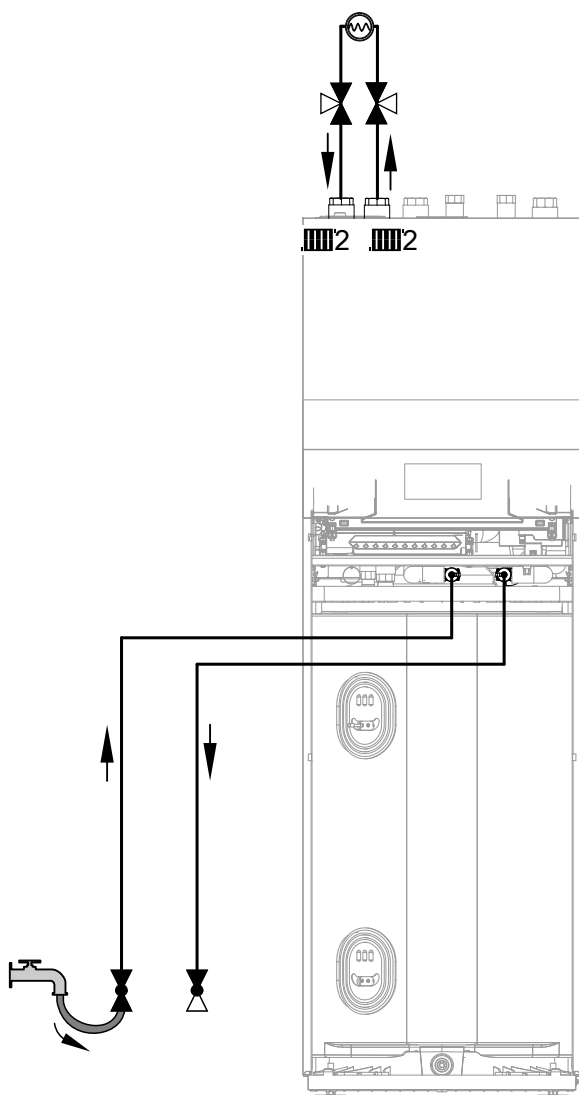

Abb. 71
Über die 3-Wege-Kugelhähne den Durchfluss zu Heiz-/Kühlkreis 2 öffnen: Siehe Abb. 71.
3. 3-Wege-Kugelhahn im Einlass Befüll- und Spülanschluss gemäß Abb. 71 öffnen.